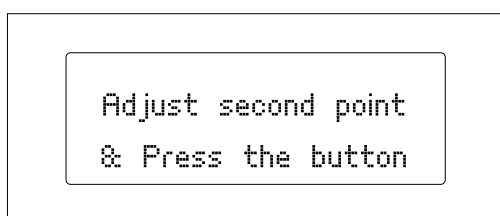
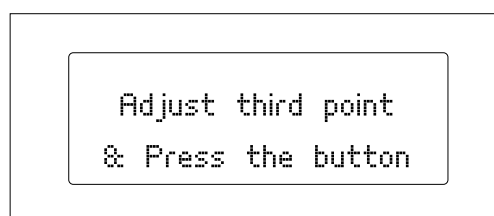

Figure 3.13 Deuxième point de nivellement
Figure 3.14 Troisième point de nivellement
- 3 Appuyez une nouvelle fois sur le bouton de commande. L'extrudeuse avancera jusqu'au deuxième point de vérification (fig. 3.13). Répétez l'étape précédente et réalisez la même opération au troisième point d'essai (fig. 3.14).